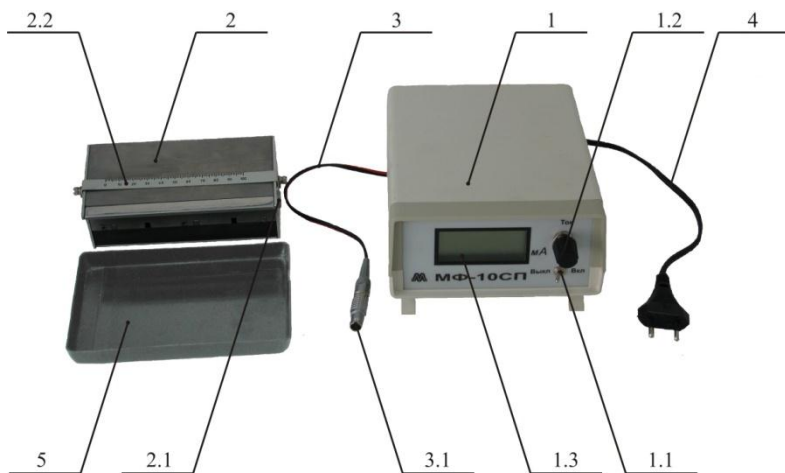

Рис. 1.2. Внешний вид прибора МФ-10СП
2.3 Внешний вид прибора показан на рис. 1.2.